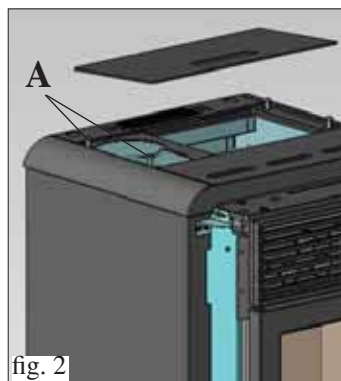

fig. 2
- Aflojar (unos 15 mm) los dos tornillos situados en la parte superior de aleación debajo de la tapa de chapa (A - fig. 2).